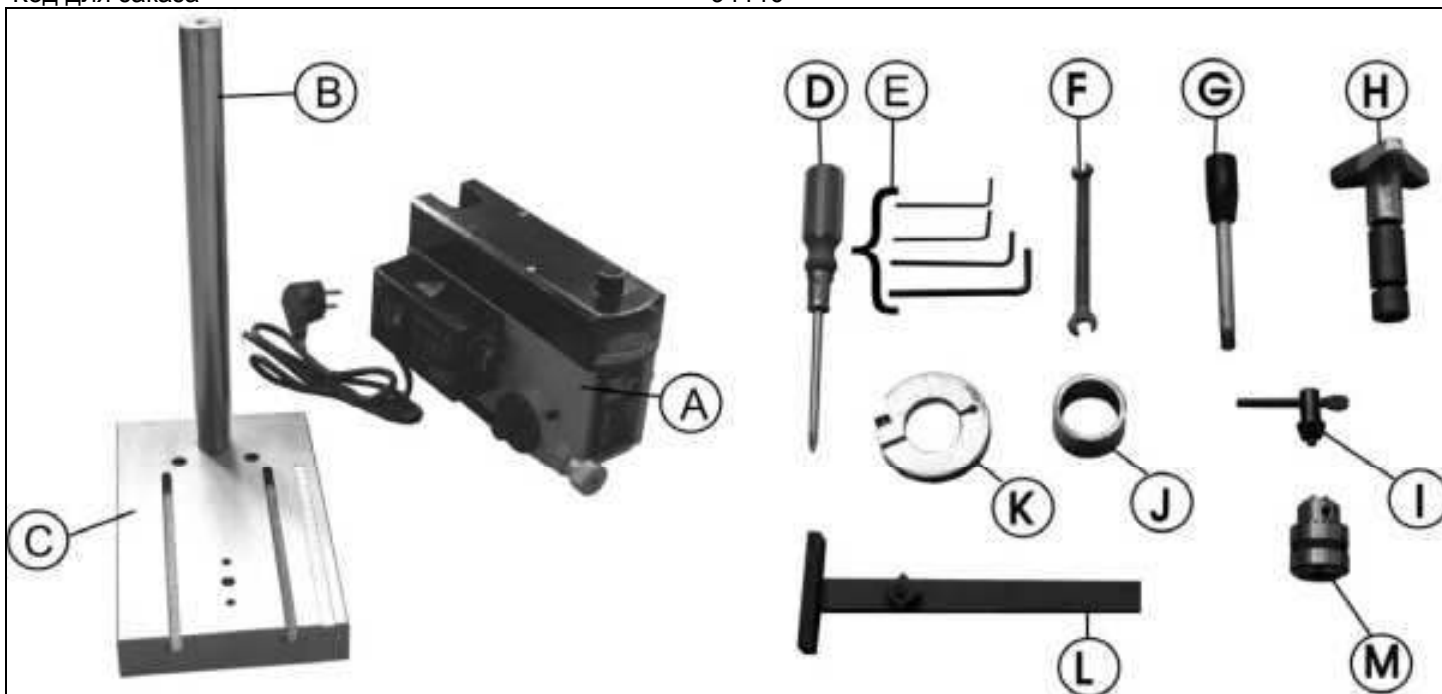

Рис. 1
**3. КОМПЛЕКТНОСТЬ СТАНКА (Рис.1)**